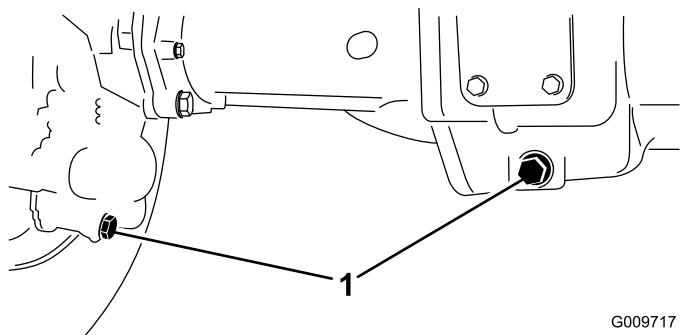

図 47
- ドレンプラグ 図 47 左右端に個と中央に個、全部で3個あるの周辺をきれいに拭く。